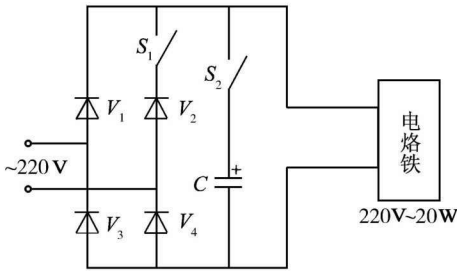

图 1-1-14
6. 在图 1-1-14 中, 试分析以下几种情况各属于什么供电电路? 输出电压多高? 哪种情况电烙铁温度最高? 哪种情况下电烙铁温度最低? 为什么?